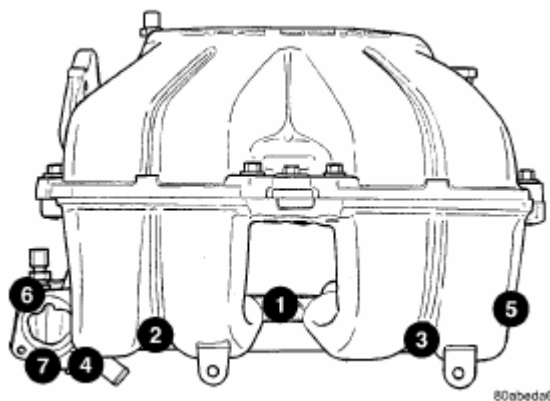

Рис. 99. Порядок затяжки крепления нижнего впускного коллектора.
(1) Расположить новую прокладку на головку блока и установить нижний коллектор.
(2) Установить и затянуть винты крепления коллектора моментом 28 Н·м (250 дюйм.фунтов-силы) в последовательности, указанной на Рис.99. Повторить операцию для затяжки всех крепежных элементов указанным моментом.